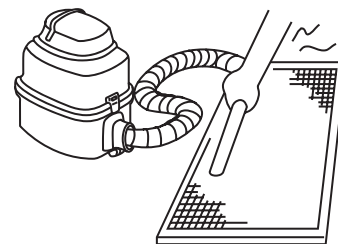

Рис. 6-3
- При использовании пылесоса фильтр должен лежать стороной притока воздуха вверх (см. рис. 6-3).